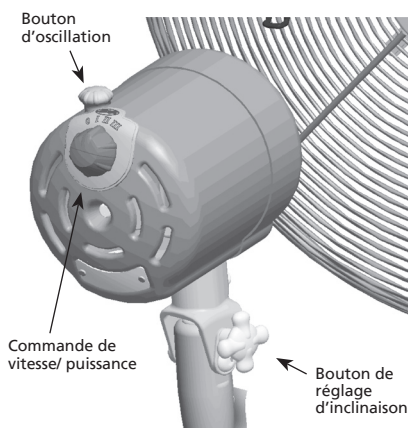

FIGURE 15
3. Mettre en marche (ON) ou arrêter (OFF) le ventilateur en tournant la commande de vitesse/puissance dans le sens horaire ou antihoraire. Voir Figure 15. Il faut toujours arrêter (OFF) le ventilateur avant de la débrancher.
5. Pour ajuster la circulation d'air vers le haut ou le bas, desserrer le bouton de réglage d'inclinaison sur le côté du moteur du ventilateur. Voir Figure 15. Placer le ventilateur à l'angle désiré et resserrer le bouton de réglage d'inclinaison.
6. Pour faire osciller le ventilateur, pousser le bouton d'oscillation vers le bas. Pour arrêter l'oscillation du ventilateur, tirer le bouton d'oscillation vers le haut. Voir Figure 15.